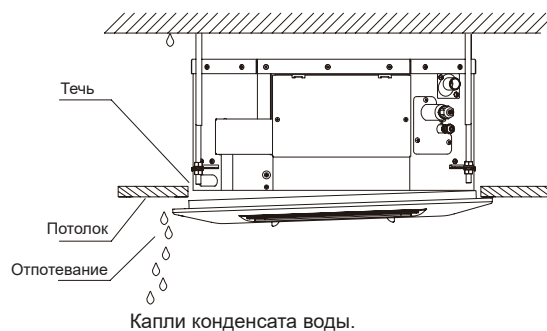

Рисунок 3.16
- Течи воды и воздуха происходят по причине ослабления винтов. См. рисунок 3.16